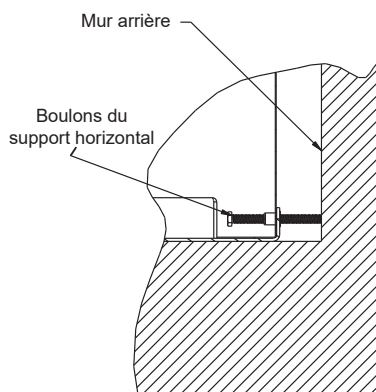

Figure 19.6
3. Enfilez les boulons du support horizontal jusqu'à ce qu'ils atteignent la paroi arrière du foyer pour fixer en place (Figure 19.6).